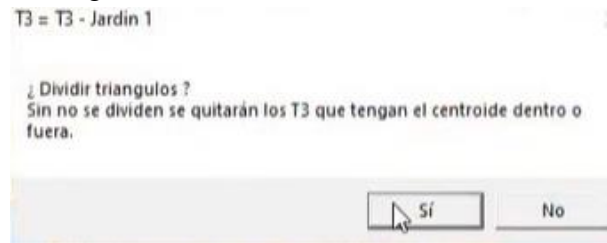

Figura 476. Triangulación.
42. En la segunda ventana emergente, presionar el botón “Sí” para que realice una triangulación en las zonas recortadas. Figura 476.